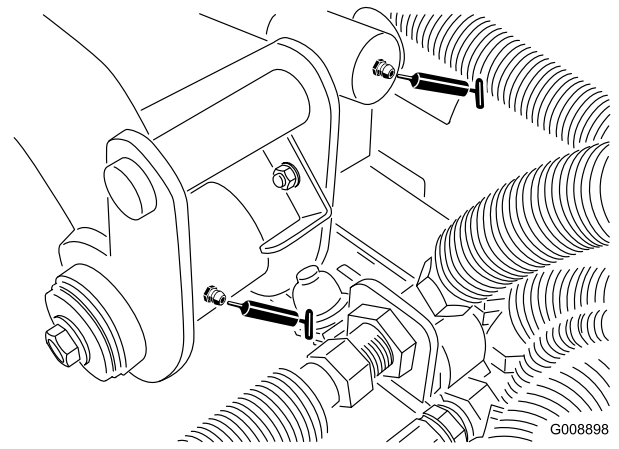

Figura 37
- Pivotes (2) y cilindro de elevación del brazo de elevación trasero (**Figura 37**)